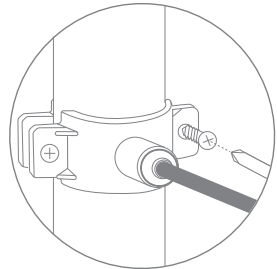

Рис. 17
5. Прочно закрепите хомут на дренажной линии с помощью винтов (рис. 17). Винты крепления необходимо затягивать равномерно (без перекоса), чтобы обе части хомута располагались параллельно.